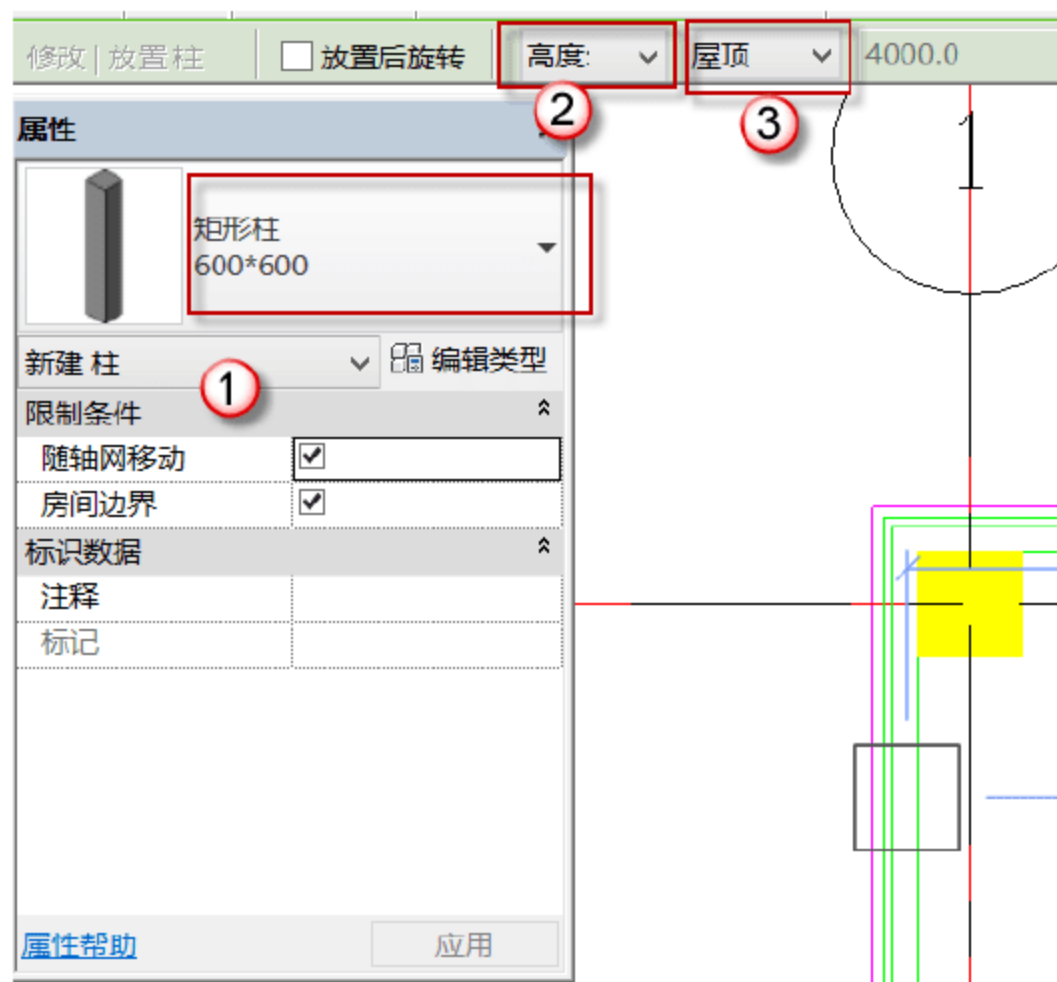

图 10.2.58 “600\*600”矩形柱的绘制参数设定
(3) D 轴到 G 轴和 1 轴到 4 轴之间“600\*600”建筑柱的绘制。选择“建筑”→“柱”→“建筑柱”命令，选择“600\*600”建筑柱，将高度改为到“屋顶”（由于本食堂项目 1、2、3 层柱子几乎相同，这里所有柱子都直接画到屋顶层，后面再做局部修改），如图 10.2.58